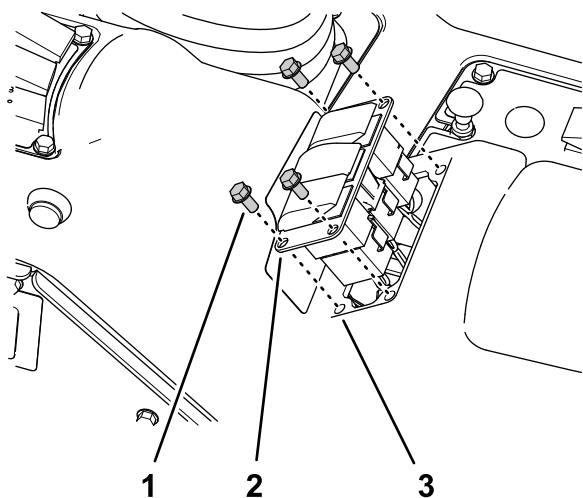

図 31
1. 3 スイッチパネルを制御コンソールに固定しているフランジヘッドねじ 1/4 x 1/2 インチ 4 本を外す 図 31。
3. 車両用ワイヤハーネスのうち、**Rate Switch**というラベルのついた 8 ソケットコネクタを、スイッチの 8 ピンコネクタから外す 図 31。
6. 3 スイッチパネルの穴に、スイッチプラグを合わせる 図 31。
7. 3 スイッチパネルにスイッチプラグを押し込む。プラグがパチンと音を立てて嵌るまで押し込む 図 31。